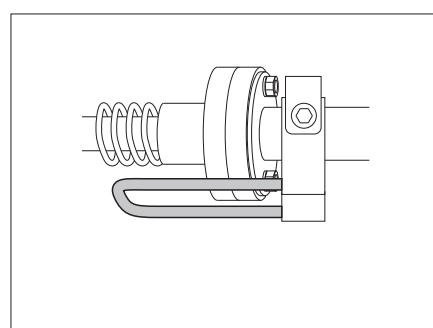

Fig. 153 Leva di sicurezza in posizione bloccata
- ▶ Prima di usare il letto, controllare che la leva di sicurezza si trovi in posizione bloccata (Fig. 153).
- Portare la leva di sicurezza in posizione bloccata (Fig. 153).